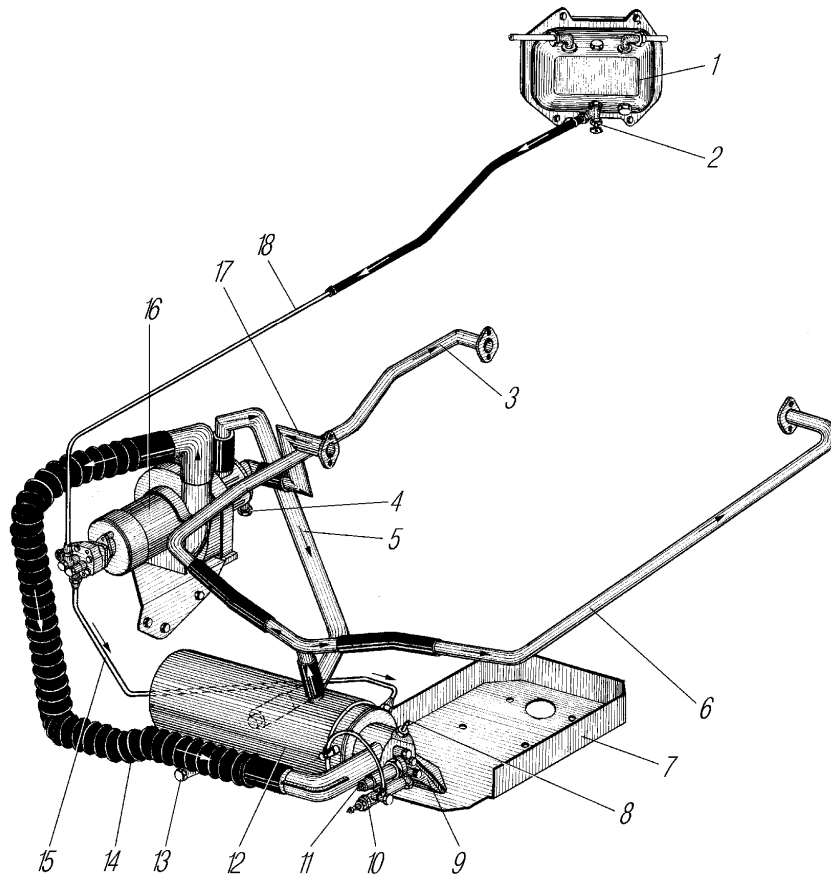

Рис. 54. Система предпускового подогрева двигателя:
- предпусковой подогреватель, состоящий из: котла 12 (рис. 54), расположенного на первой поперечине рамы автомобиля; насосного агрегата 16 (электродвигатель, вентилятор, жидкостный и топливный насосы), расположенного на правом лонжероне рамы автомобиля; источника высокого напряжения;
Подогреватель работает следующим образом. Топливный насос забирает топливо из бачка подогревателя и под давлением при открытом электромагнитном клапане впрыскивает его через форсунку в горелку, где распыленное топливо смешивается с воздухом, воспламеняется и сгорает, нагревая в котле жидкость. Под действием насоса жидкость циркулирует по трубопроводам, по блоку в направлении, показанном стрелками на рис. 54.